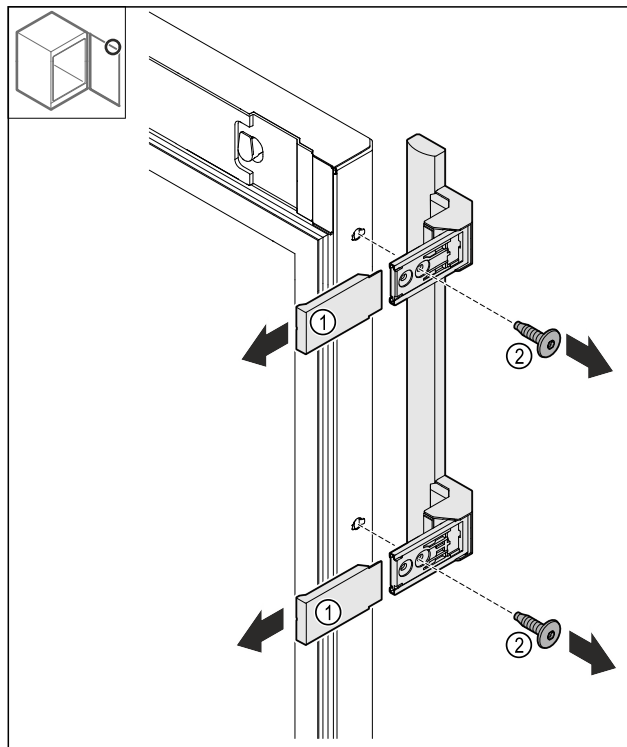

Fig. 25
- Noņemiet pārsegu Fig. 25 (1).
- Atskrūvējiet skrūves Fig. 25 (2).